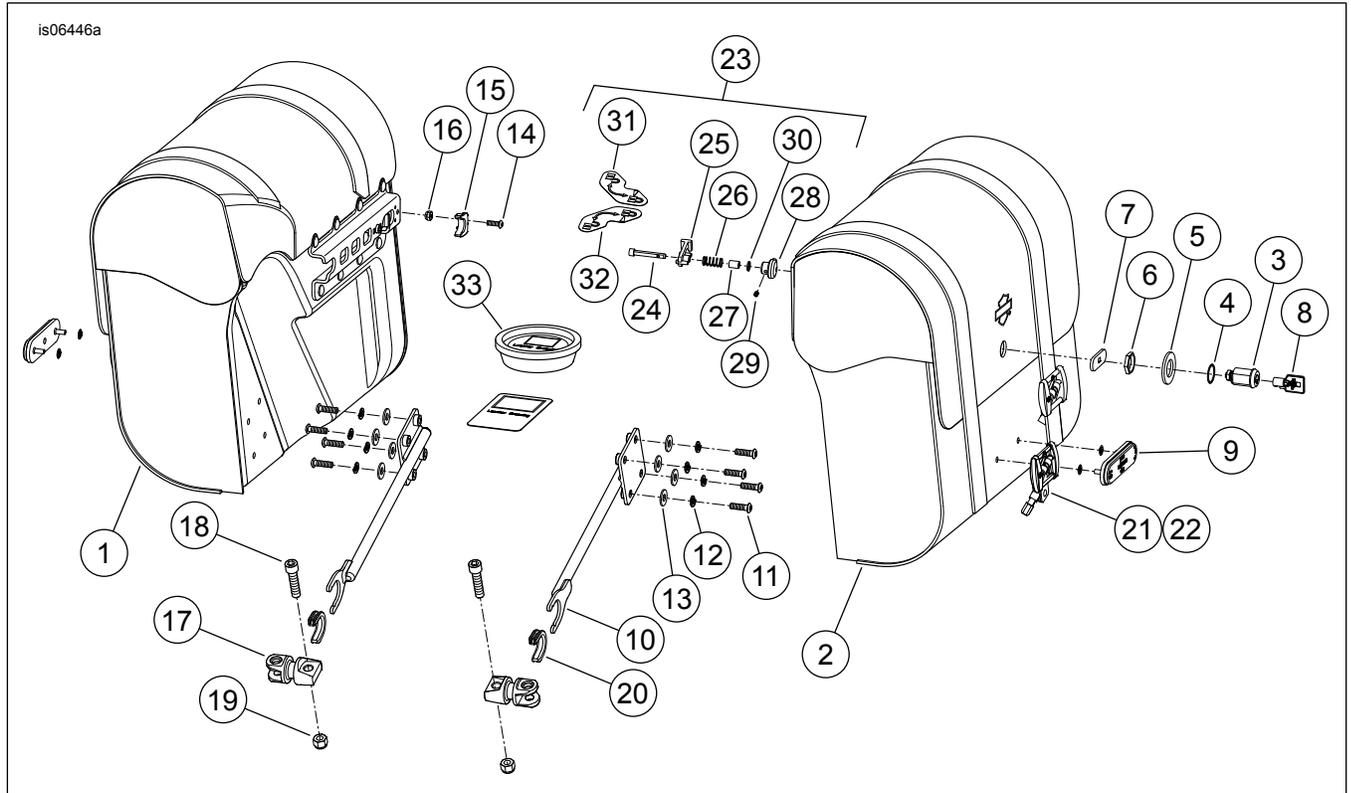

Abbildung 8. Ersatzteile: Abnehmbare XL-Satteltaschensätze
- Siehe Abbildung 8 und Tabelle 1. Die Schlossteile 3 bis 7 aus dem Satz nehmen.